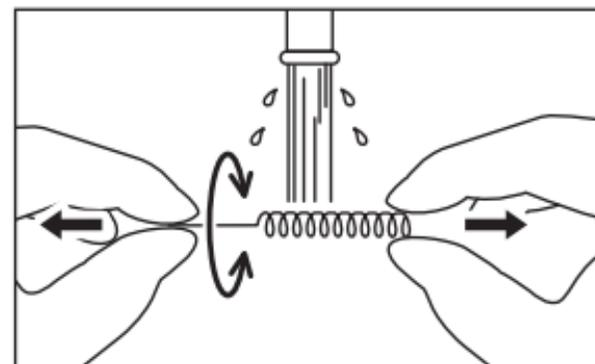

Fig. 19
4) Après avoir utilisé le fil de nettoyage, nettoyez le fil en tirant ses deux extrémités avec les doigts tout en faisant couler de l'eau sur tout le fil pendant 15 secondes ou plus (Fig. 19).